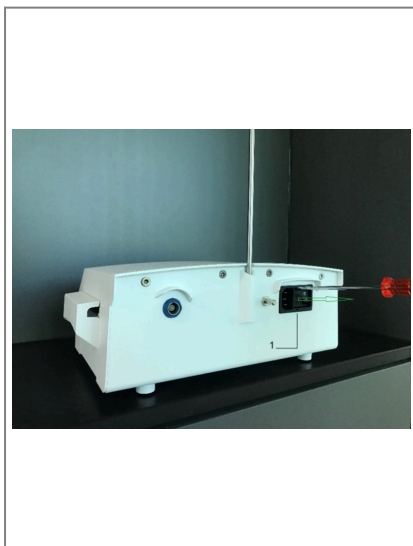

FIG. 1
C. Retirez la boîte à fusibles (1) à l'aide d'un tournevis plat FIG. 1.